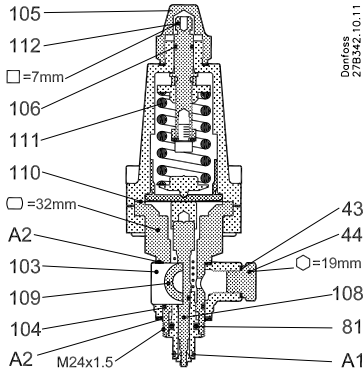
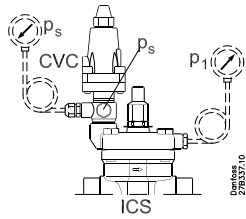

Fig. 1. CVC
Fig. 5. ICS + CVC
Se fig. 1, 2 og 3.
CVC monteres i ICS hovedventilens topdæksel; se fig. 5 og 7. Kontrollér, at pakningerne (A2) og O-ringene (A1 og 104) er på plads og i orden – O-ringen (A1) smøres med fryseolie; se fig. 1. NB! Hvis O-ringen (A1) er utæt eller mangler helt, vil hovedventilen få signal til at åbne. Banjofittingen (103) kan drejes. Tilspændingen bør ske med et moment på 50 Nm (5 kpm). Nøglevidden er 32 mm.
See fig. 1, 2 and 3.
CVC is fitted in the top cover of the ICS main valve, see figs. 5 and 7. Check that gaskets (A2) and O-rings (A1 and 104) are in place and in order – the O-ring (A1) must be lubricated with refrigeration oil, see fig. 1.